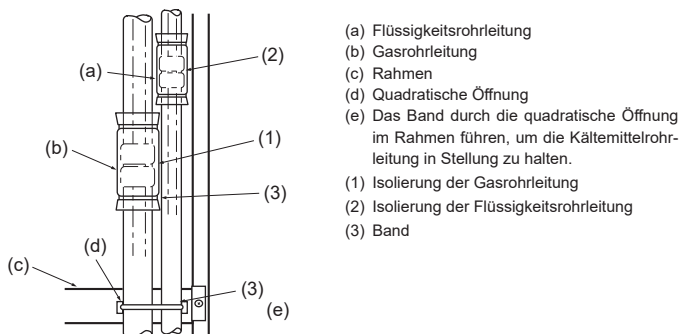

Abb. 4-5
Die konischen Verbindungen (1) und (2) der Gas- und Kältemittelrohrleitungen vollständig isolieren. Wenn ein Teil der Verbindungen freiliegt, kann Kondenswasser heruntertropfen. (Abb. 4-5)
- Die Isolierung (1) der Gasrohrleitung und die Isolierung (2) der Flüssigkeitsrohrleitung an beiden Enden befestigen, so daß sie nicht verrutschen und sie aneinander ausrichten.
- Nach Anbringung der Isolierung mit einem Band (3) die Kältemittelrohrleitung am Rahmen (unterhalb des Rohrverbindungs Bereichs) befestigen. Dies verhindert, daß die Kältemittelrohrleitung sich vom Rahmen abhebt. (Wenn sich die Kältemittelrohrleitung vom Rahmen abhebt, kann das Gitter nicht angebracht werden.)